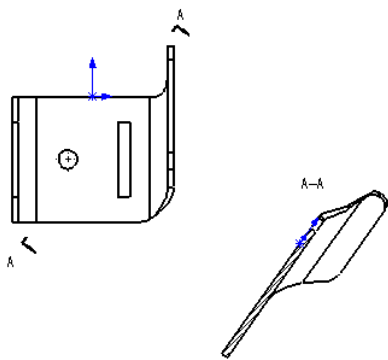

图 5-13 辅助视图剖切
(3) 在快捷菜单中单击  按钮，会弹出“剖面视图”属性管理器，系统会在垂直于剖切线的方向出现一个方框，表示剖切视图的大小。拖动这个方框到适当的位置释放鼠标，剖切视图被放置在工程图中，如图 5-13 所示。